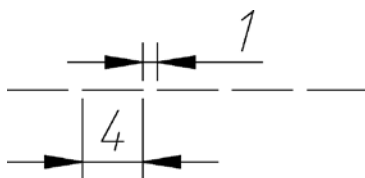

图 4-31 Dasheddt 线型
- 2) 定制如图 4-31 所示的名为 Dasheddt 的线型，并把它放在线型文件 acad.lin 中。